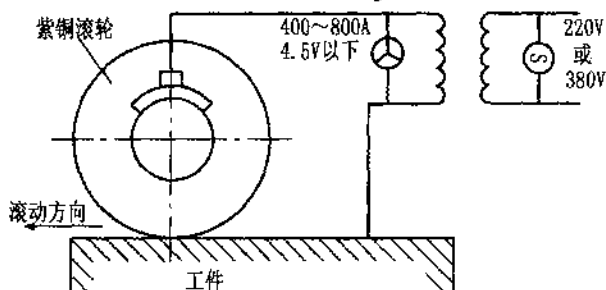

图 18 电接触加热自冷淬火示意图
(1) 电接触加热自冷淬火。如图 18 所示，当滚轮在工件表面上滚动，并在两者之间通以低电压（4.5 伏以下）、大电流（400~800 安）时，由于滚轮和工件之间接触电阻产生的热量，使工件与滚轮接触点的局部温度